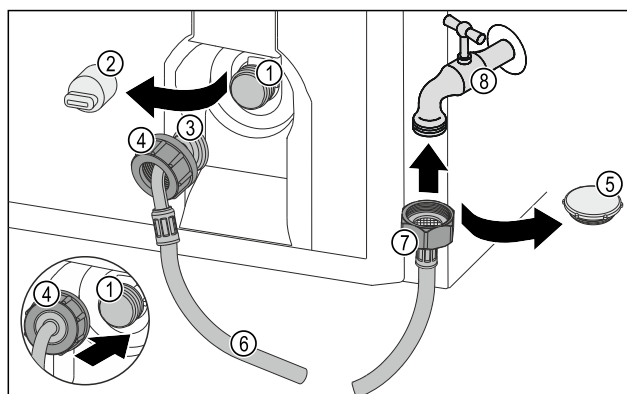

Fig. 74
- Uzavírací víčko Fig. 74 (5) odstraňte.
- Rovný konec hadice Fig. 74 (7) připojte k vodovodnímu kohoutku Fig. 74 (8).
- Utáhněte matici na rovném konci hadice Fig. 74 (7) ve směru hodinových ručiček.